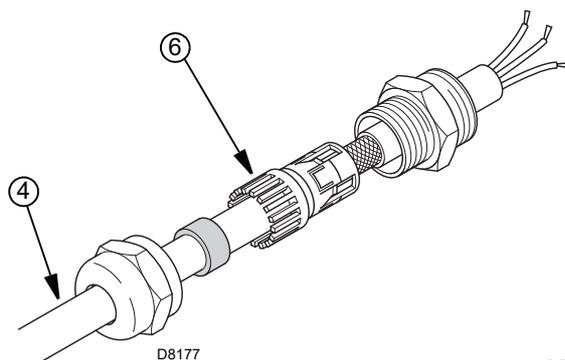

Abb. 25
- Unter Benutzung des Anschlussstücks (6) Die Abschirmung des vom VSD (Inverter) kommenden Kabels 4) wie auf Abb. 25 beschrieben durchführen;